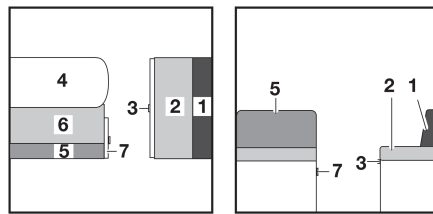

Fig. 163 Antes de la transformación
- Ampliar la mesa (Fig. 163,4) y transformarla en base de cama (véase apartado 7.9).
- Tirar del asidero y abrir la trampilla (Fig. 163,7).